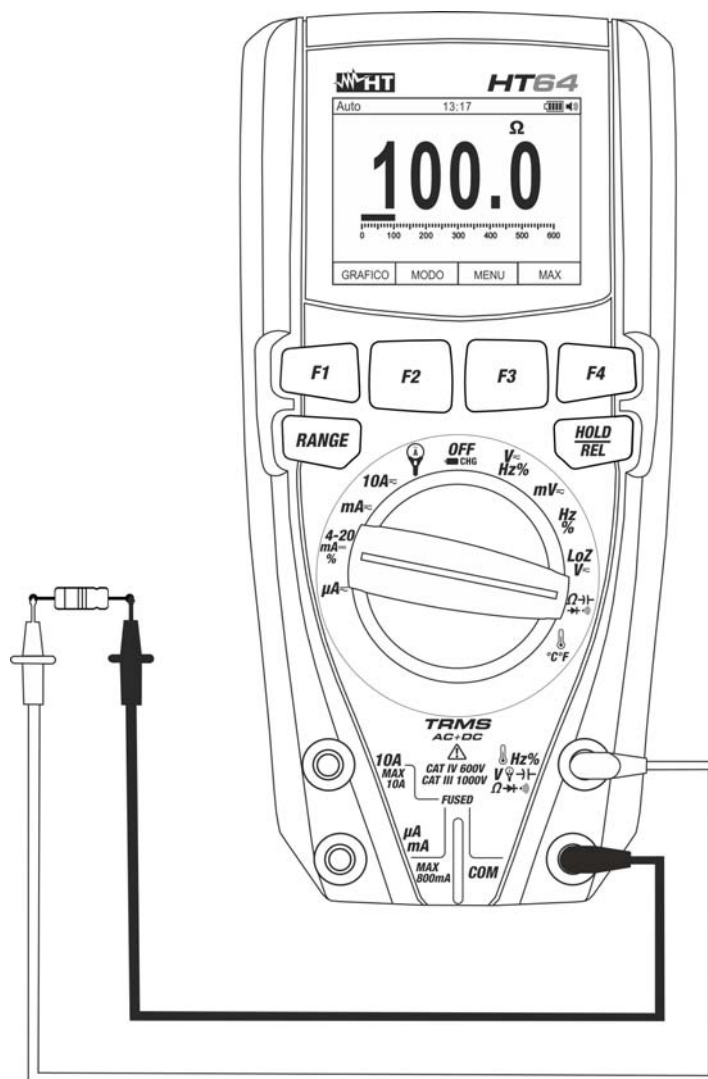

Fig. 26: Uso dello strumento per misura di Resistenza e Test Continuità
3. Posizionare i puntali nei punti desiderati del circuito in esame (vedere Fig. 26). Il valore della resistenza è visualizzato a display